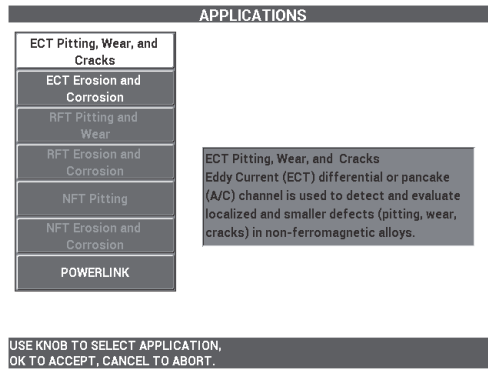

図 5-156 ECT ピitting、摩耗、およびクラックアプリケーション
2. **続行** (A キー) を選択してアプリケーション選択メニューを開き、ノブを使用して ECT **ピitting**、**摩耗**、**およびクラック**を選択して、✓ を押して受け入れます (241 ページの図 5-156 参照)。